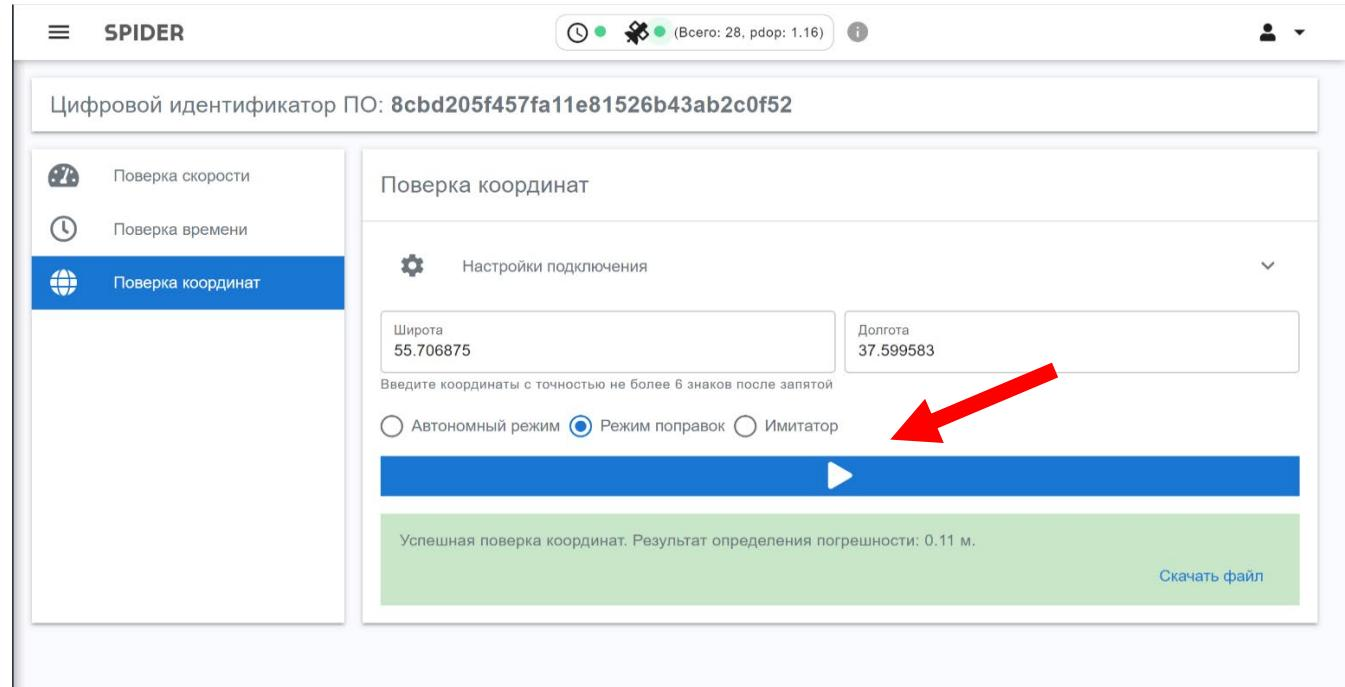

Рисунок 13 – Интерфейс запуска режима поверки координат
6.7.6.4. После выбора режима поверки нажать кнопку запуска поверки (рисунок 13).